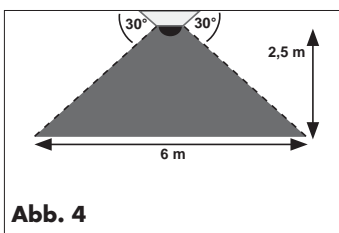

Abb. 4
- Erfassungsbereich der MultiSensoren siehe Abbildung 4.
Die angegebene Höhe in Abb. 4 ist als Referenz zu betrachten.